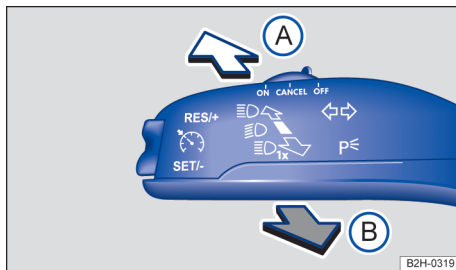

Fig. 74 À esquerda na coluna de direção: alavanca dos indicadores de direção e do farol alto.
- Levar a alavanca dos indicadores de direção e do farol alto da posição central para a seguinte posição → Fig. 74:
- (A) Farol alto ligado.
- (B) Acionar o sinal de luz ou desligar o farol alto. O sinal de luz permanece aceso enquanto a alavanca estiver puxada.